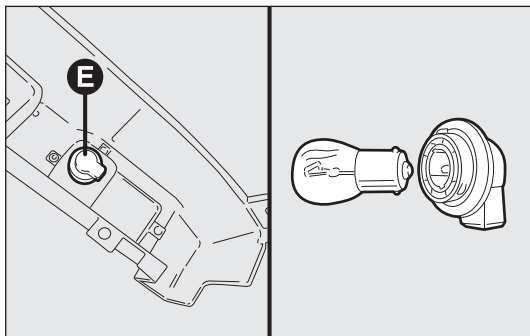

fig. 189
- ruotare il portalampada E in senso antiorario (1/8 di giro), estrarre la lampadina a baionetta spingendola leggermente e ruotandola in senso antiorario, quindi sostituirla fig. 189.